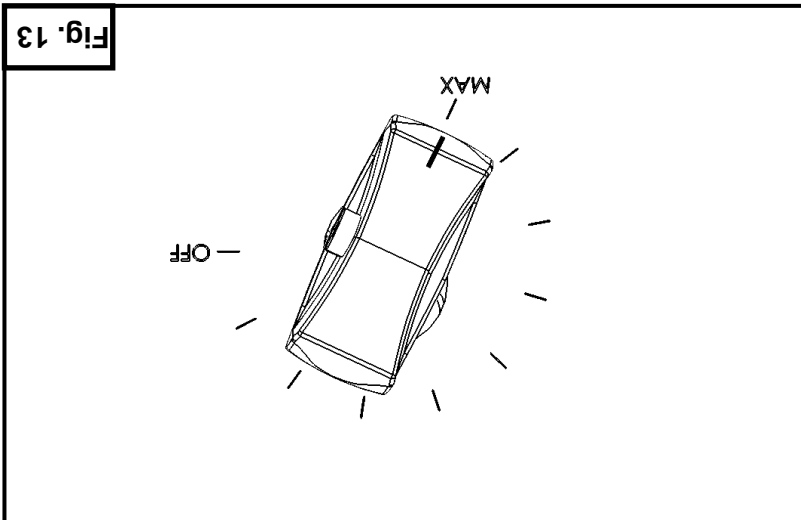

Fig. 13
6. Pour allumer un brûleur, mettez sa soupape en position « ON » (MAX) une fois que toutes les velleuses sont allumées. (Fig. 13). Si le brûleur ne s'allume pas, mettez toutes les soupapes ainsi que la soupape principale de gaz sur « OFF » et communiquez avec une agence de service autorisée.